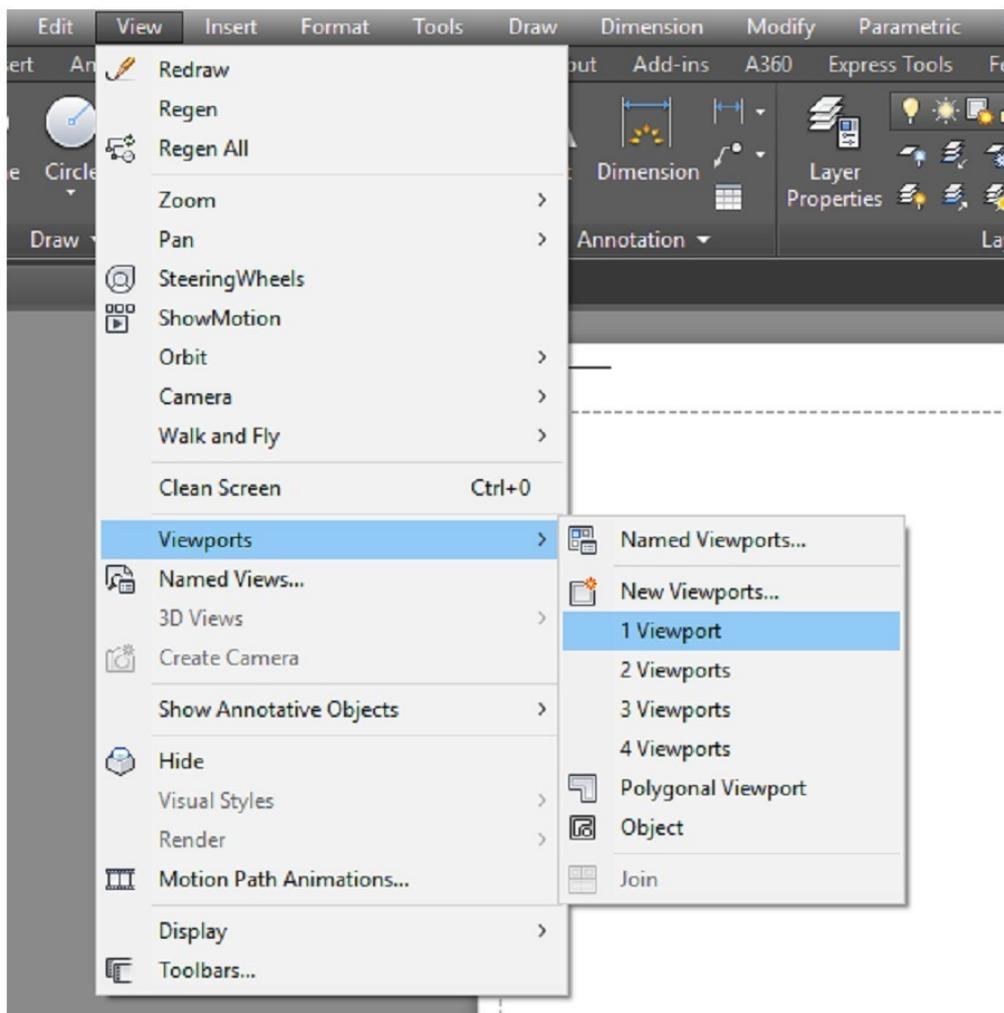

Figura 12.11 - *VIEWPORT*
1. Vá ao menu *VIEW*. Selecione a opção *VIEWPORTS* e, depois, escolha a opção *1 VIEWPORT* (figura 12.11).